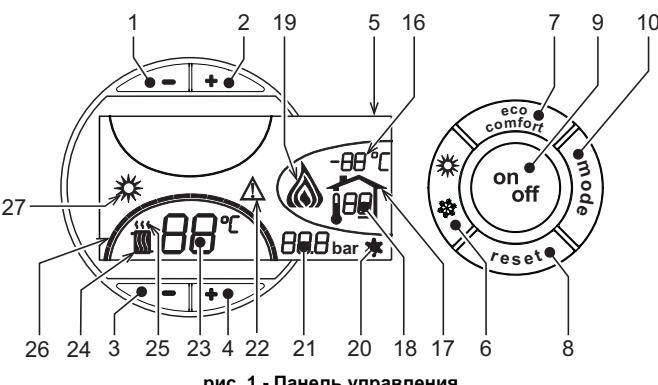
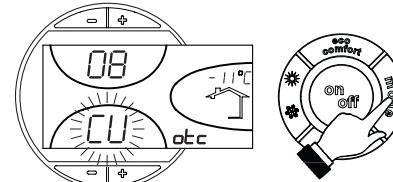
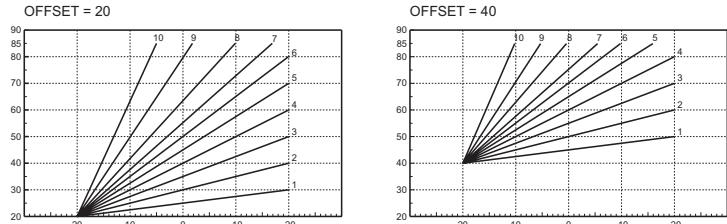

рис. 1 - Панель управления
рис. 9 - Кривая погодозависимого регулирования
рис. 12 - Пример параллельного смещения кривых погодозависимого регулирования
Нажмите клавишу on/off (поз. 9 - рис. 1) в течение 1 секунды.
Для повторного включения котла снова нажмите клавишу on/off (поз. 9 рис. 1) в течение 1 секунды.
- Нажмите кнопку ВКЛ/ВЫКЛ (9 - рис. 1)
Нажмите клавишу Лето/Зима (поз. 6 - рис. 1) на 1 секунду.
На дисплее высвечивается символ "Лето" (поз. 27 - рис. 1). При этом котел будет вырабатывать только воду для ГВС. Остается активной система защиты от замерзания.
Для выключения режима "Лето" вновь нажмите клавишу Лето/Зима (Поз. 6 - рис. 1) на 1 секунду.
Температура в системе отопления регулируется в пределах от 30 °C до 90 °C с помощью клавиш (поз. 3 и 4 - рис. 1); однако, не рекомендуется эксплуатировать котел при температуре ниже 45 °C.
Температура в системе ГВС регулируется в пределах от 10°C до 65°C с помощью клавиш (поз. 1 и 2 - рис. 1).
При наличии датчика температуры наружного воздуха (опция) на дисплее панели управления (поз. 5 - рис. 1) отображается измеряемая этим датчиком температура. При этом система управления котлом работает в режиме "Плавающая температура". В этом режиме температура воды, подаваемой в систему отопления, регулируется в зависимости от климатических условий внешней среды с тем, чтобы обеспечить максимальный комфорт и экономию энергетических ресурсов в течение всего года. Так, при повышении внешней температуры понижается температура подачи воды в систему отопления, что производится по определенной "кривой погодозависимого регулирования".
С переключением на режим "Плавающей температуры" показатель температуры, устанавливаемый клавишами (дет. 3 и 4 - рис. 1) соответствует максимальной температуре подачи воды в систему отопления. Рекомендуется задавать максимальное значение температуры с тем, чтобы позволить системе регулировать ее по всему рабочему диапазону.
При однократном нажатии клавиши Режим (поз. 10 - рис. 1) на дисплее высвечивается текущая кривая погодозависимого регулирования (рис. 9), которую можно изменить с помощью клавиш задания температуры воды ГВС (поз. 1 и 2 - рис. 1).
При нажатии клавиш регулировки температуры отопления (поз. 3 и 4 - рис. 1) получается доступ к функции параллельного изменения кривых (рис. 12), выполняемого с помощью клавиш регулировки температуры в контуре ГВС (поз. 1 и 2 - рис. 1).
При повторном нажатии клавиши Режим (поз. 10 - рис. 1) осуществляется выход из режима регулировки параллельных кривых.
Если к котлу подключено устройство дистанционного управления с таймером (опция), вышеописанные регулировки производятся в соответствии с указаниями, приведенными в таблице 1. При этом на дисплее пульта управления (поз. 5 - рис. 1) высвечивается температура в помещении, измеряемая устройством дистанционного управления.